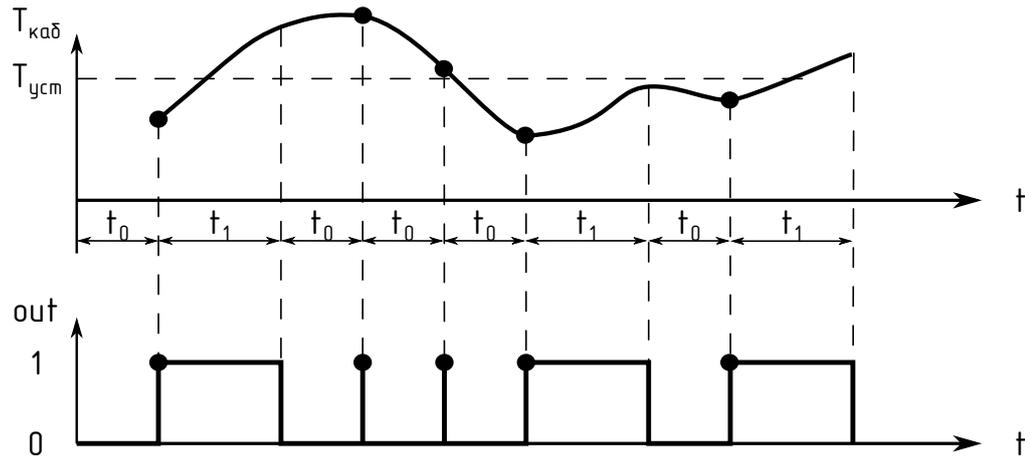

Рисунок 2.4 – Режим работы «По току саморегулирующегося кабеля»
- «По току саморегулирующегося кабеля» («Cable Current»). Периодическое включение линии в зависимости от тока через саморегулирующийся греющий кабель (см. рис. 2.4). В выключенном состоянии линии с определенным интервалом ( $T_0$ ) производится измерение мгновенного тока путем подачи кратковременных импульсов напряжения в нагрузку. Из полученного значения косвенно вычисляется температура кабеля путем интерполяции значений тока и температуры, полученных при настройке данного режима. Это значение температуры сравнивается с уставкой температуры и принимается решение о необходимости включения линии на заданное время ( $T_1$ ).